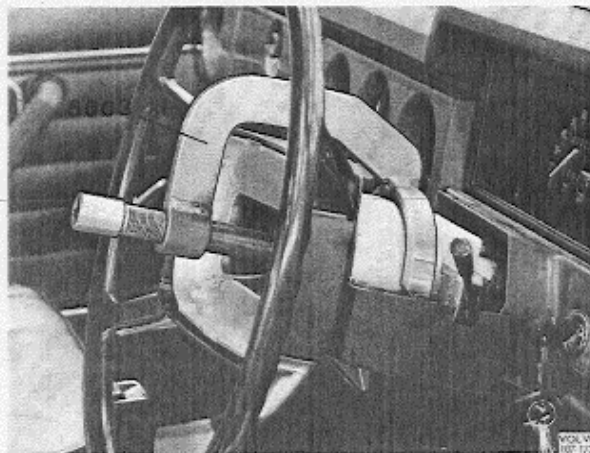

Abb. 70 Ausbau des Lenkrades, ab Bauj. 1973
4. Vorderräder gerade stellen. Lenkradabzieher 5003 ansetzen und das Lenkrad damit abziehen (Abb. 70).